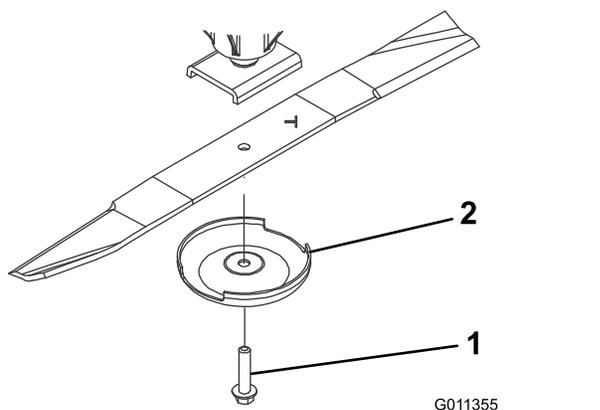

Рисунок 124
3. Снимите болт ножа, защитный колпак и нож с вала шпинделя (**Рисунок 124**).